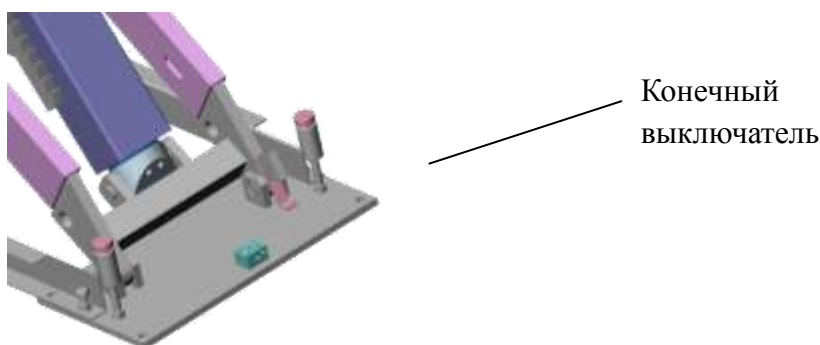
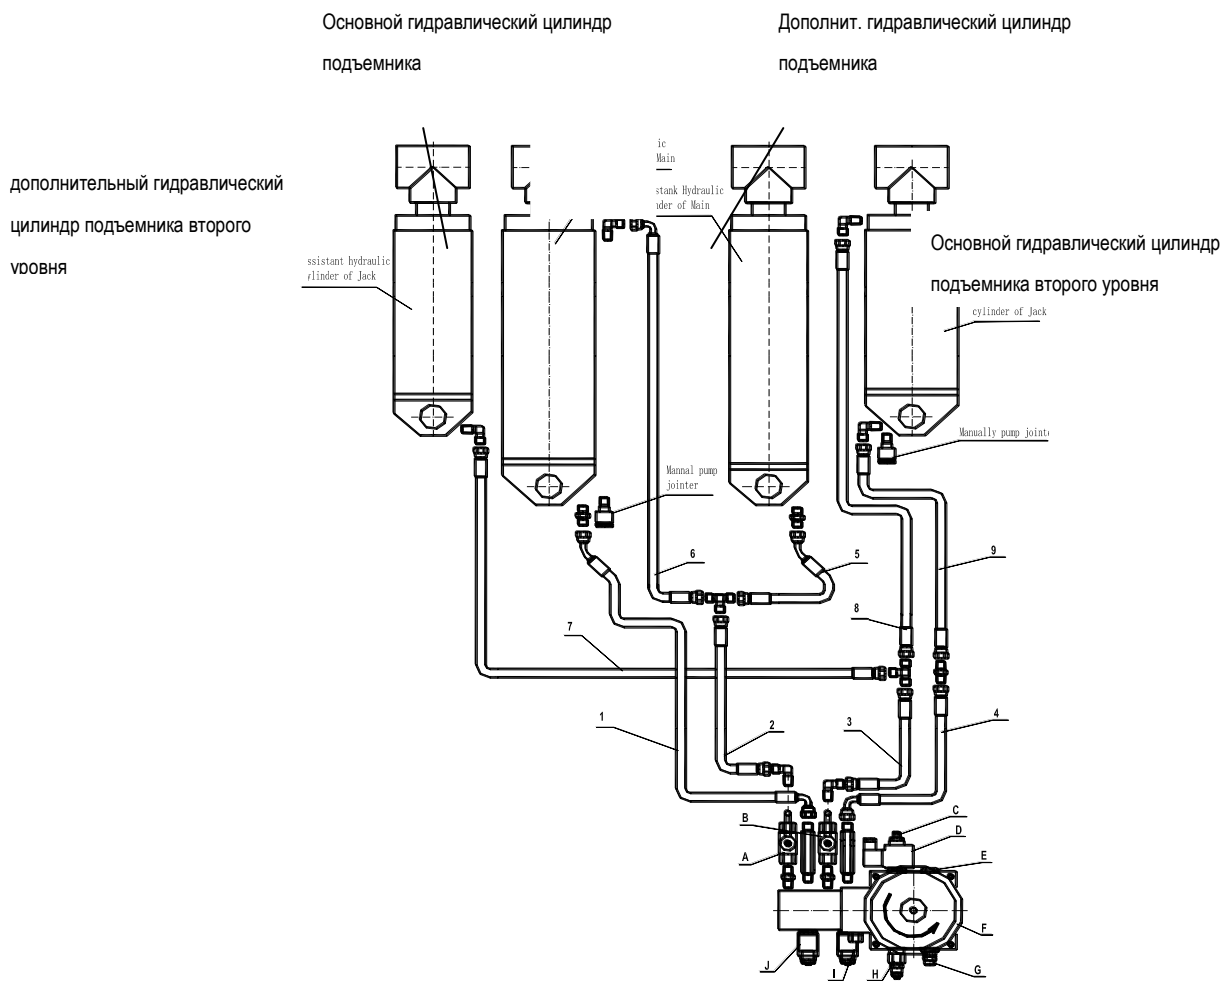

Рис.4 Конечный выключатель
Рис. 9-1 Подключение гидравлической системы
Подсоедините масляную трубу в соответствии с приведенной схемой «соединений гидравлической системы» (см. рис. 9-1). Прежде всего, подсоедините резиновые трубы высокого давления 1, 2, 5 и 6. При выполнении соединений проследите, чтобы пыль и песок не попали в трубы. Во-вторых, соедините коротким проводником контакты № 4 и № 2 на контактной колодке (см. рис. 11). В третьих, нажмите на кнопку подъема, чтобы приподнять платформу, и затем подключите конечный выключатель (см. рис. 4) и воздушную трубу. Примечание: при подключении конечного выключателя снимите короткий провод между контактами № 4 и № 2, затем подсоедините проводники конечного выключателя к контактам № 4 и № 2 колодки.
Поднимите главную платформу на высоту порядка 1 м. Подсоедините трубы 3, 4, 7 и 8, как показано на схеме соединений гидравлической системы (см. рис. 9-1). Нажмите кнопку UP; подсоедините воздушные трубы после подъема платформы подъемника второго уровня.
5.9.1. Отключите клапан долива А (см. рис. 9-1) и клапан долива В. Нажимайте на кнопку UP, пока правая платформа подъемника второго уровня не поднимется на высоту порядка 300 мм, наблюдая с передней стороны автомобиля, затем нажмите кнопку DOWN, чтобы опустить платформу в нижнее положение. После этого вновь поднимите платформу на высоту порядка 400 мм.